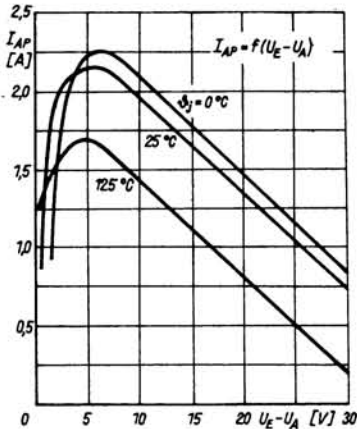

Bild 4: Wirkungsweise der Strombegrenzung bei unterschiedlichen Chip-temperaturen
- Die IS haben weder eine „Fold-back-Charakteristik“ noch eine Strombegrenzung für einen Nennausgangsstrom. Wie Bild 4 zeigt, hängt der maximale Ausgangsstrom von der Spannungsdifferenz $U_E - U_A$ und von der Chiptemperatur ab. Die IS begrenzen also die maximale Verlustleistung.